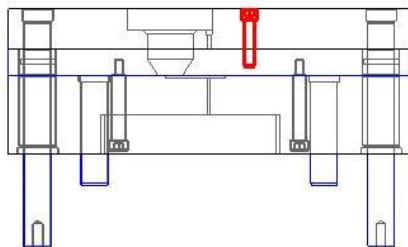

图7-129
- 在【标准件管理】对话框中单击 **确定** 按钮，弹出【选择一个面】对话框。选择定模固定板顶面，在弹出的【点构造器】对话框中输入【绝对】坐标点 (205, 60, 0)，然后单击两次 **确定** 按钮创建螺钉，如图 7-129 所示。